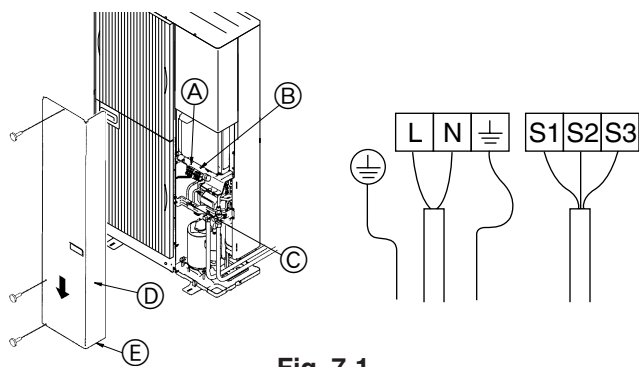

Fig. 7-1
7.1. Unidade exterior (Fig. 7-1)
- ① Remova o painel de manutenção.
- ② Ligue os cabos consultando a Fig. 7-1.
- (A) Borne de terra